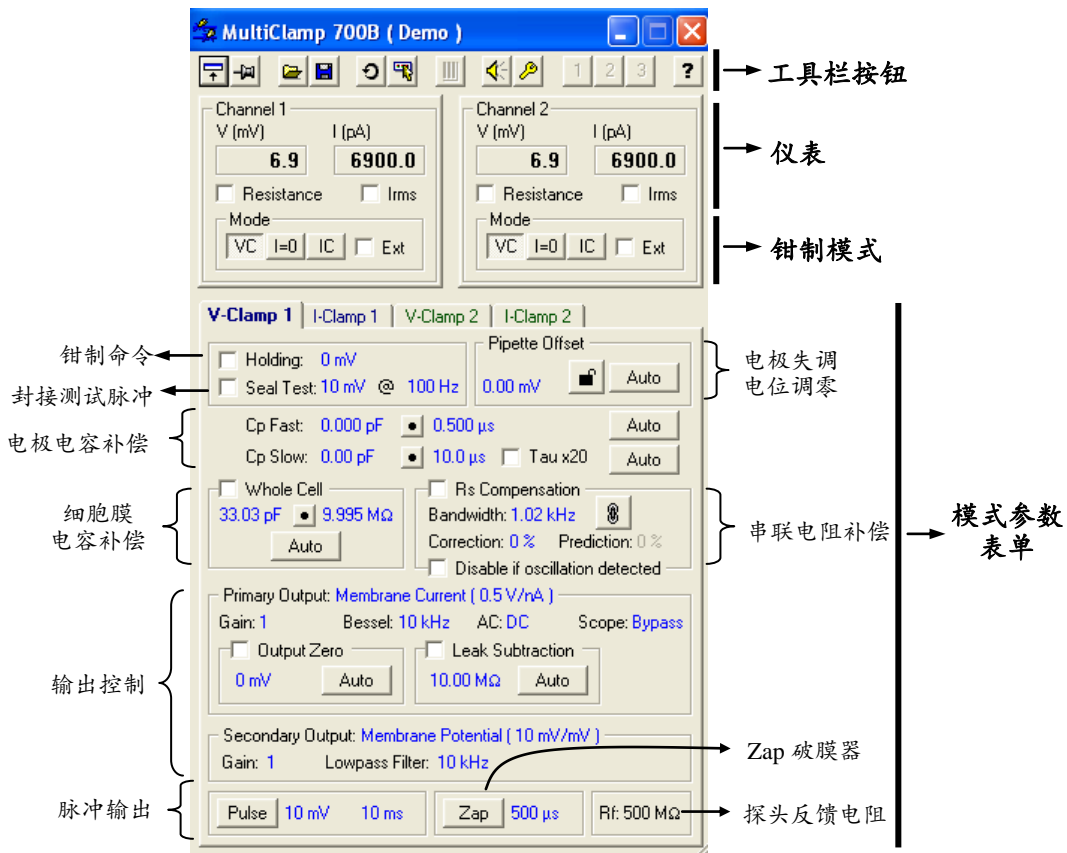
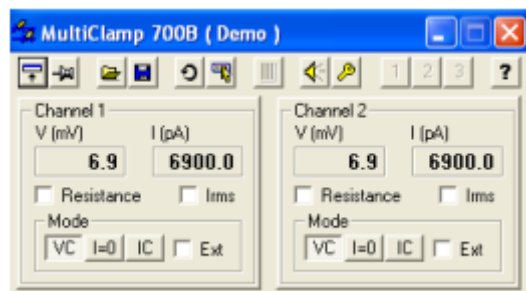

图 6. MultiClamp 700B Commander 程序面板
图 7. 点击 Resize window 工具钮后 Commander 程序面板显示的仪表窗口
MultiClamp 700B 为计算机控制的膜片钳放大器，其所有的功能钮/键均在 Commander 程序面板中设定 (图 6)。Commander 程序面板分成四个主要部分：工具栏按钮 (Toolbar)、仪表 (Meters)、钳制模式 (Mode Buttons)、模式参数表单 (Mode Tabs)。
**Resize window (F2):** 调整面板窗口的大小。图 6 的面板窗口为最大的窗口，点击该钮可使其仅显示仪表窗口 (Meter panel) (图 7)，再次点击该钮则又恢复至原窗口大小。如果通过鼠标拖拉窗口边角使窗口大小发生改变，则点击该钮时可使窗口恢复至原窗口大小。